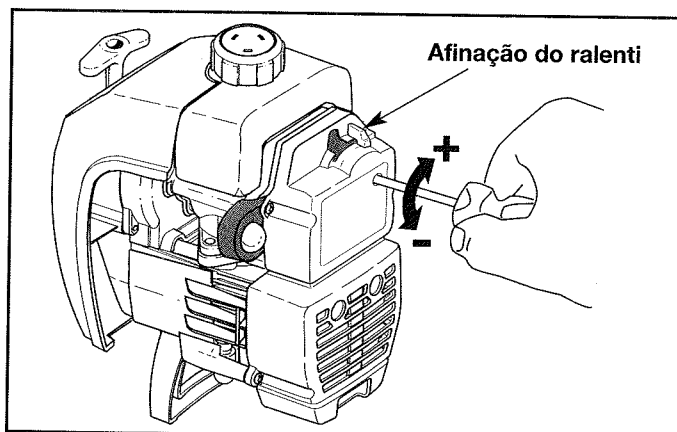

Fig. 28
2. Solte o gatilho de aceleração e deixe o motor ao ralenti. Se parar, introduza uma pequena chave de fenda de cruz ou plana no orifício do cárter do filtro de ar/escape (Fig. 28). Rode o parafuso de afinação de um oitavo de volta de cada vez (consoante as necessidades), no sentido dos ponteiros de um relógio, até que o motor funcione no ralenti. Consulte as indicações relativas ao número de rotações por minuto ao ralenti.